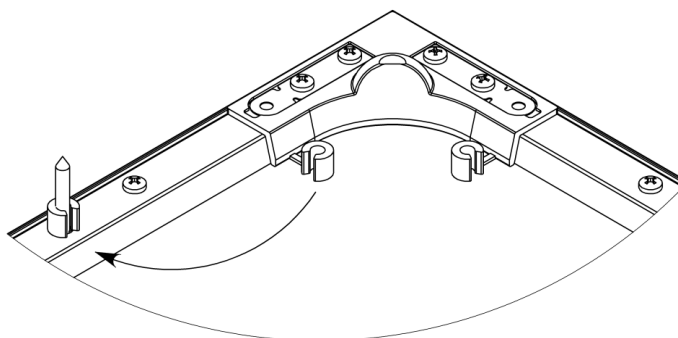

Рисунок 3
- Закрыть видимые части крепёжных элементов втулками (рисунок 3)